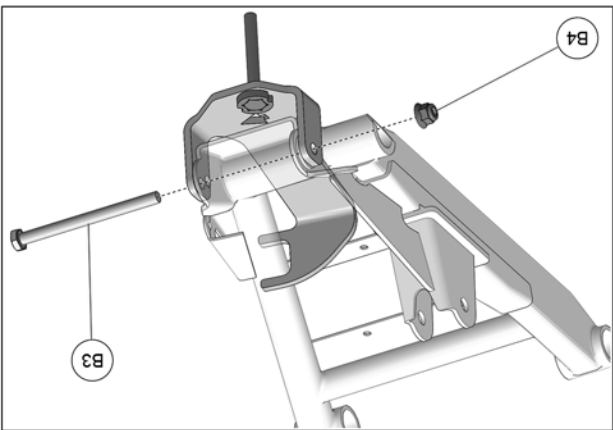

Fig. 10
9. Insérer le nouveau boulon M10x130mm (B3) à travers l'ancrage, le bras de suspension et le moyeu de roue. Boulonner avec l'écrou M10 (B4) fourni. Serrer à un couple de 50 N•m [37 lb•pi]. Voir la Fig. 10